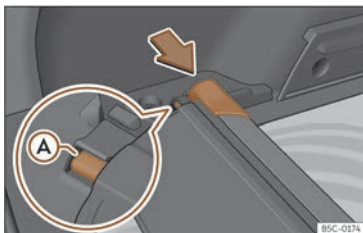

Fig. 186 Dans le coffre à bagages : logement pour ranger la plage enroulable.
- Appuyez sur la tête de la plage arrière enroulable dans le sens de la flèche jusqu'à l'insérer dans le logement prévu à cet effet >>> **fig. 186**. Assurez-vous que le patin (A) s'encastre dans le logement correspondant.